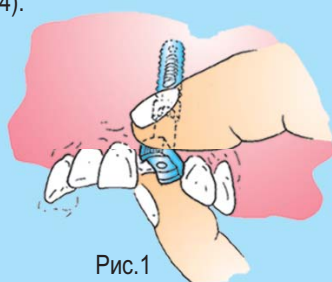

Рис.1
- Вставить ручной центратор (А) внутрь имплантата и убедиться, что шестигранник позиционирован правильно. Крепко держать центратор пальцами (Рис.1).